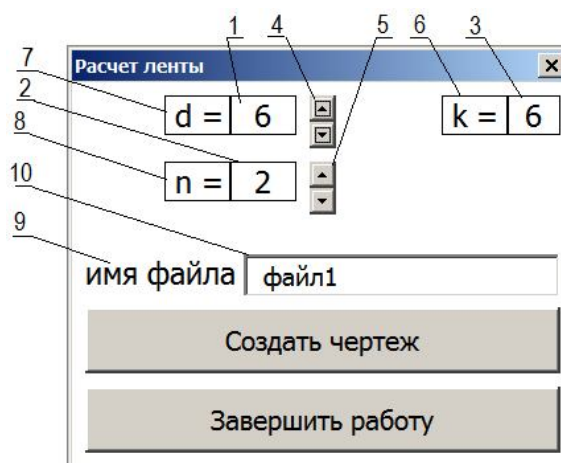

Рис. 6.2. Внешний вид экранной формы:
2) Создайте экранную форму и разместите на ней компоненты: 7 надписей, одно поле ввода текста, 2 командные кнопки и 2 кнопки со счетчиком (рис. 6.2).